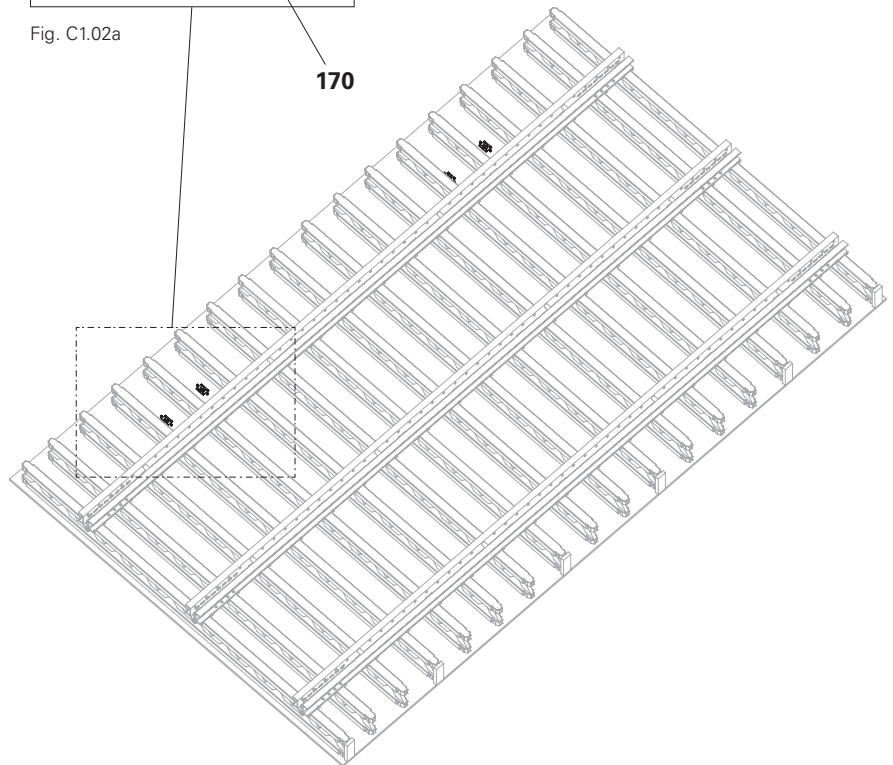

Fig. C1.02
7. Ruotare l'unità cassaforma e posizionarla sul manto di cassaforma. Sostenere l'unità cassaforma in modo che le piastre di predisposizione (176) siano liberamente accessibili.
8. Per un montaggio preciso della piastra di posizionamento ancoraggio M30 (173), trattenere il cono di ripresa-2 M30/DW 20 (170) contro la piastra di predisposizione ACS 399 (176).
9. Avvitare il cono di ripresa-2 M30/DW 20 (170) dal lato opposto con la vite di posizionamento M30 (175) e la piastra di posizionamento ancoraggio M30 (173).
10. Allineare la piastra di posizionamento ancoraggio M30 (173) e avvitarla sul manto con vite per legno 6 x 20 (174).
11. Rimuovere il cono di ripresa-2 M30/DW 20 (170) e la vite di posizionamento M30 (175).
- (Fig. C1.02 + C1.02a)